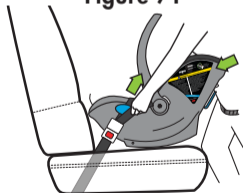

Figure 72
- Utilisez votre corps pour pousser le porte-bébé contre le dossier du siège du véhicule et le faire bouger tout en tirant sur la ceinture sous-abdominale pour éliminer le mou, comme le montre la **Figure 72**.